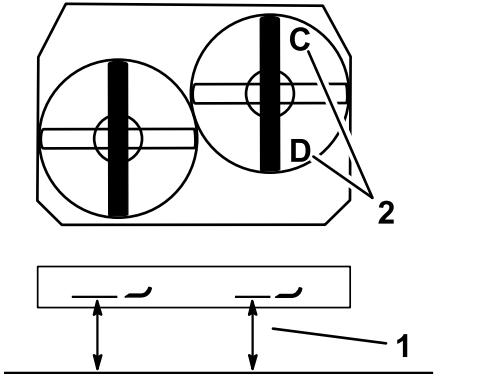

Figura 80
- Coloque la cuchilla derecha en posición longitudinal (Figura 80).
- Mida la cuchilla derecha en la posición **C** desde una superficie nivelada hasta el filo de corte de la punta de la cuchilla, y anote esta medida (Figura 80).
- Mida la cuchilla derecha en la posición **D** desde una superficie nivelada hasta el filo de corte de la punta de la cuchilla, y anote esta medida (Figura 80).
- Nota:** La cuchilla del cortacésped debe estar entre 6 y 10 mm más baja en la posición **C** que en la posición **D** (Figura 80). Si no es correcta la distancia, continúe con los pasos siguientes.
2. Coloque la cuchilla derecha en posición longitudinal (Figura 80).